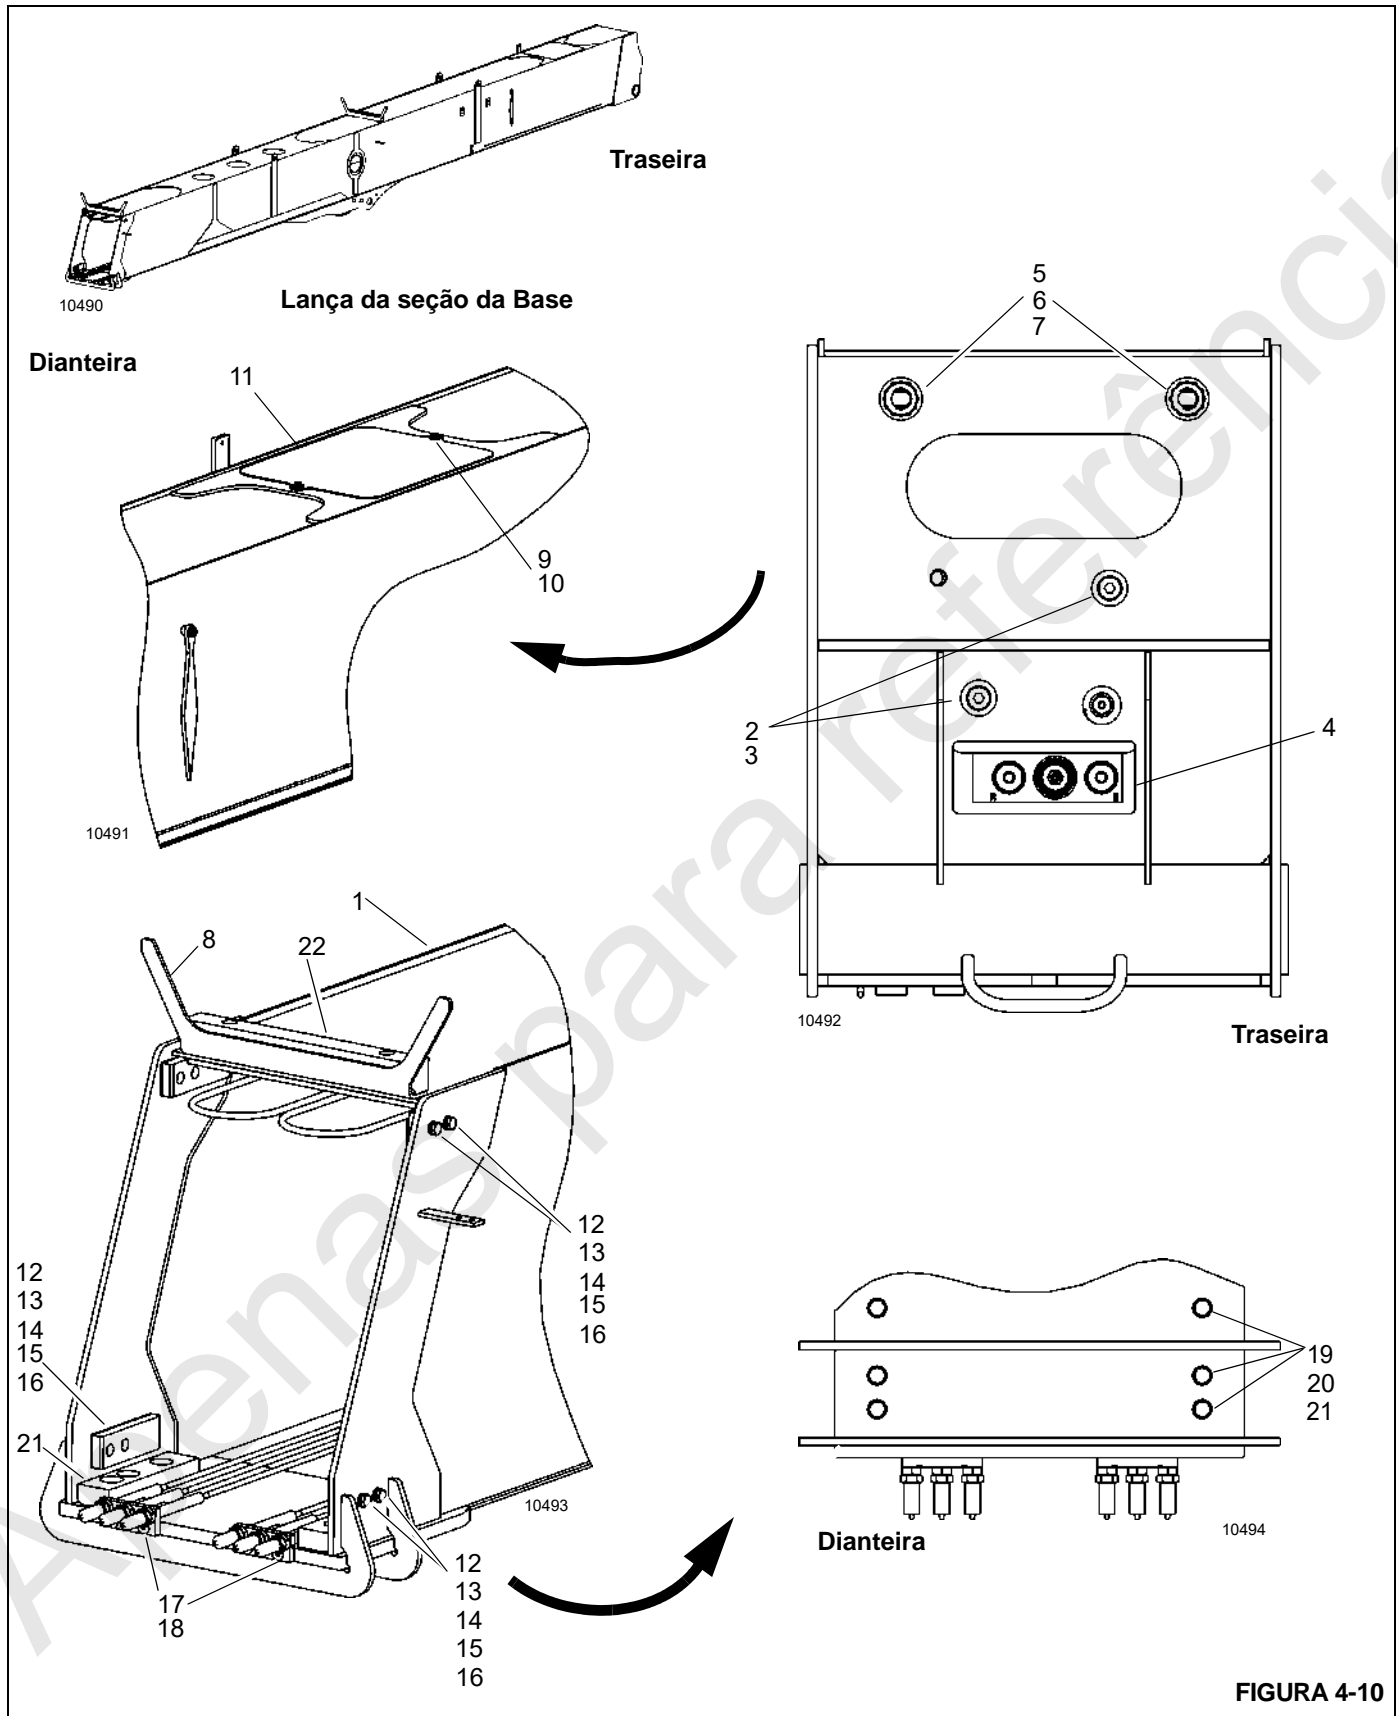

FIGURA 4-10
As etapas 1 a 3 se aplicam a uma lança que deve ser desmontada com a seção da Base (1, Figura 4-10) e o jib (se instalado) deixados no guindaste.
Tabela 4-1 Lança da seção da Base Figura 4-10 Lista de itens
5. Remova os parafusos (2, Figura 4-10) e as arruelas (3) que fixam o cilindro de extensão do telescópio (4) à lança da seção da base (1).
6. Remova as contraporcas (5) e arruelas (6) dos cabos de sincronização (7) na traseira da seção da Base (1). Marque os locais das porcas e arruelas. Marque e identifique os cabos enquanto deixa as extremidades dos cabos penduradas dentro da lança.
7. Remova os elementos de fixação, as placas de desgaste e as guias dos cabos (8) da parte superior de todas as seções da lança e armazene em um lugar seguro.
8. Remova os parafusos (9), as arruelas (10) e a tampa de acesso (11) da parte superior da seção da Base (1).
11. Remova e etiquete os parafusos (12, Figura 4-10), as arruelas (13), arruelas de pressão (14), calços (15) e placas de desgaste (16) dos lados da lança da seção da Base (1).
12. Remova os quatro parafusos (17) que prendem as fixações dos cabos de retração 3/2/1 (18) na ponta inferior da lança da seção da Base (1).
13. Remova e etiquete os parafusos (19), as arruelas (20) e as placas de desgaste (21) da ponta inferior da lança da seção da Base. Puxe as fixações do cabo de retração (18) para fora e mantenha os cabos de retração esticados enquanto puxa a seção do Telescópio 1 (com Telescópio 2, Telescópio 3 e Telescópio 4) para fora da seção de Base (1). Apoie a extremidade da base da seção do Telescópio 1 conforme ela sai da lança da seção da Base.